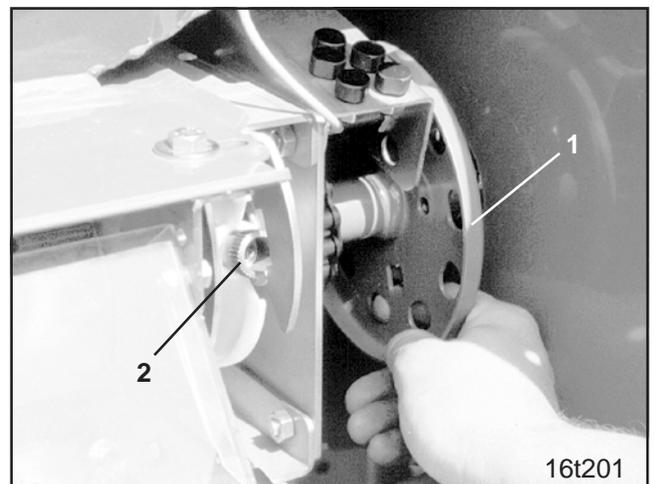

Fig. 20.7
- Handrad (Fig. 20.7/1) soweit verdrehen, bis die Rändelschrauben (Fig. 20.7/2) sichtbar werden